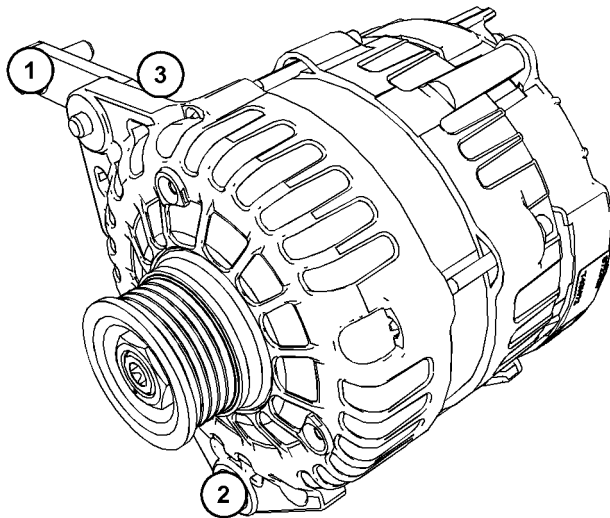

Abbildung 55
3. Die Schraube (4), die Schraube (5) und die Schraube (3) in der in Abbildung 55 dargestellten Reihenfolge mit einem Anziehdrehmoment von 22 N·m (195 lb in) festziehen.